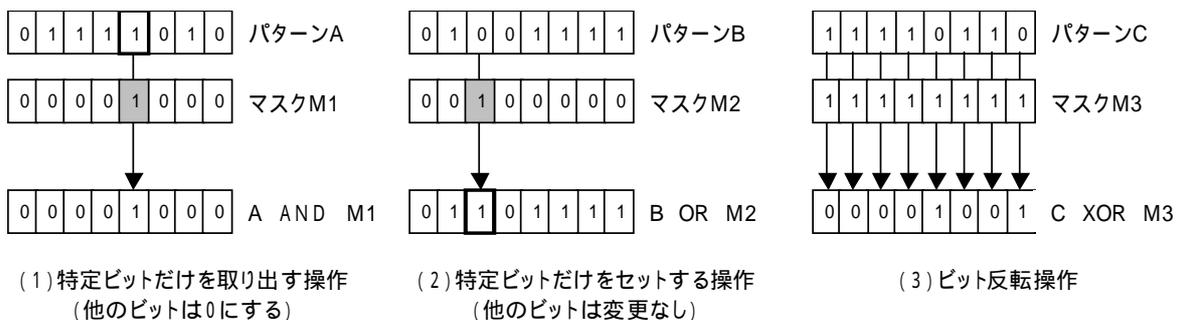

図24 ビットマスク演算（ビットマスク操作）
代表的なビットマスク演算を図 24 に示す。(1) あるビットパターンから特定ビットだけ取り出し、残りのビットを全部 0 にしてしまうためには、取り出したいビットだけを「1」にしたマスクと AND を取ればよい。(2) 特定のビットだけを「1」にしたい(それ以外はそのままだけにしておきたい) 場合には、セットしたいビットだけを 1 にしたマスクと OR を取ればよい。(3) 全部のビットを反転したい(各ビットを NOT 演算する) 場合、全ビットが 1 のマスクと XOR を取ればよい。